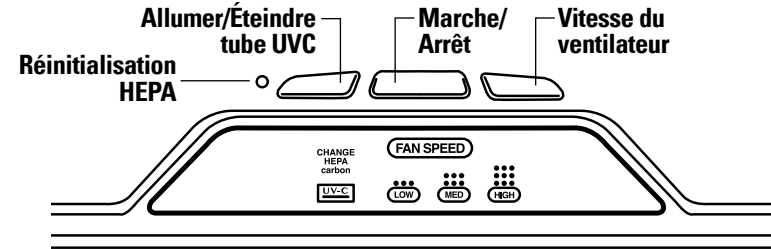

Figure 1
4. Sélectionnez l'activation ou la désactivation des rayons UVC à l'aide du bouton Allumer/Éteindre tube UVC (Figure 1).